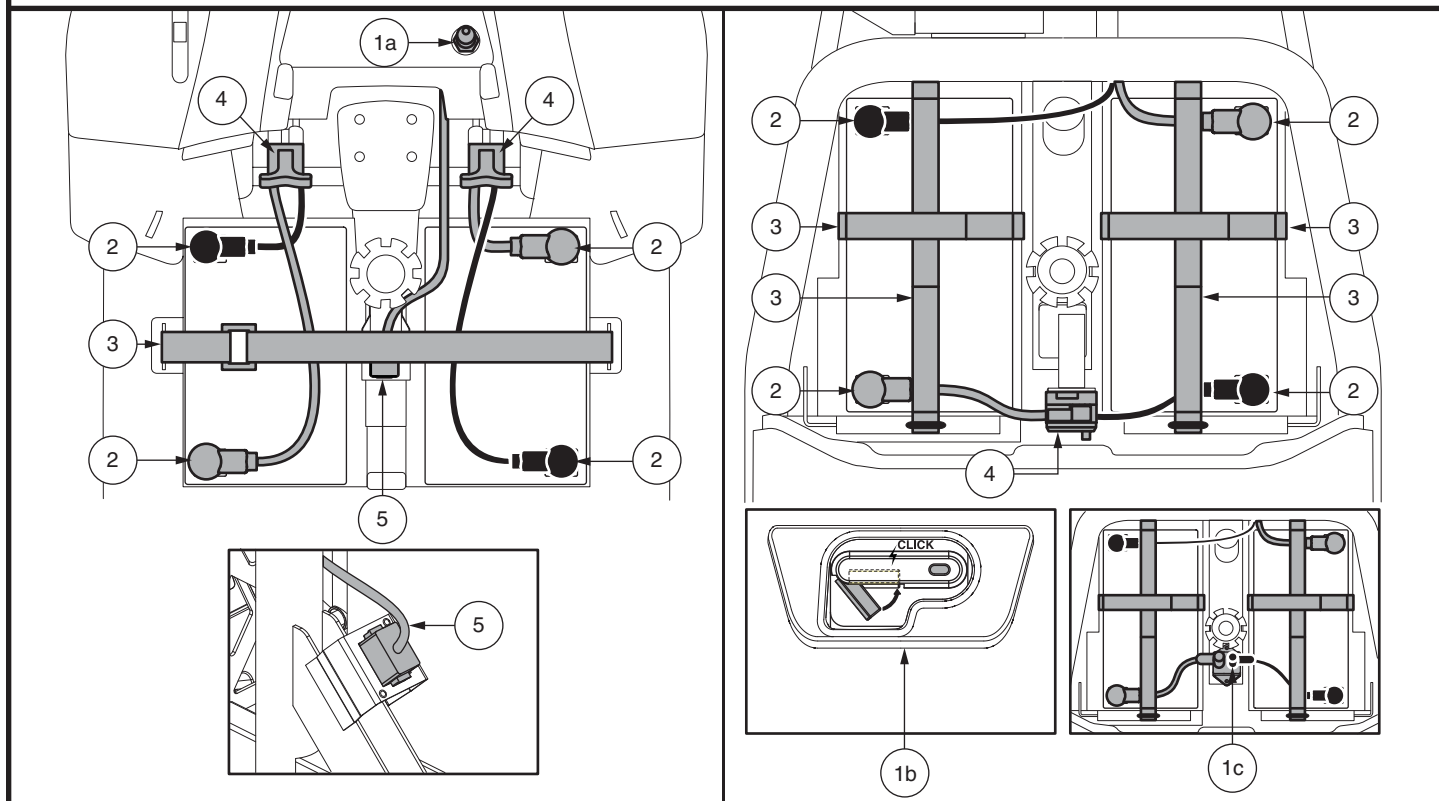

Figura 14. Remoción de la batería / Instalación de Terminales y Conexiones
6. Coloque una nueva batería en cada espacio destinado a las baterías. Las terminales de la batería deben mirar en sentido contrario al asiento, con las terminales positivas (+) y negativas (-) posicionadas tal como se indica en la figura 14.